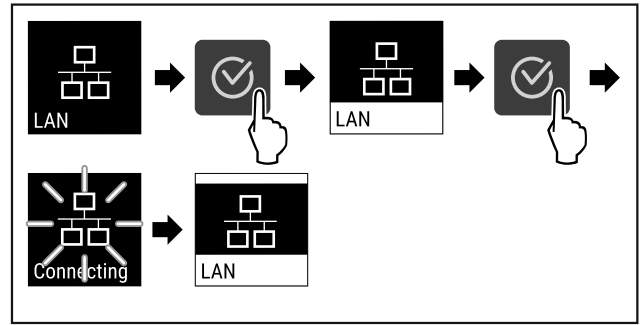

Fig. 90
- ▶ Obavite korake postupka (pogledajte Fig. 90).